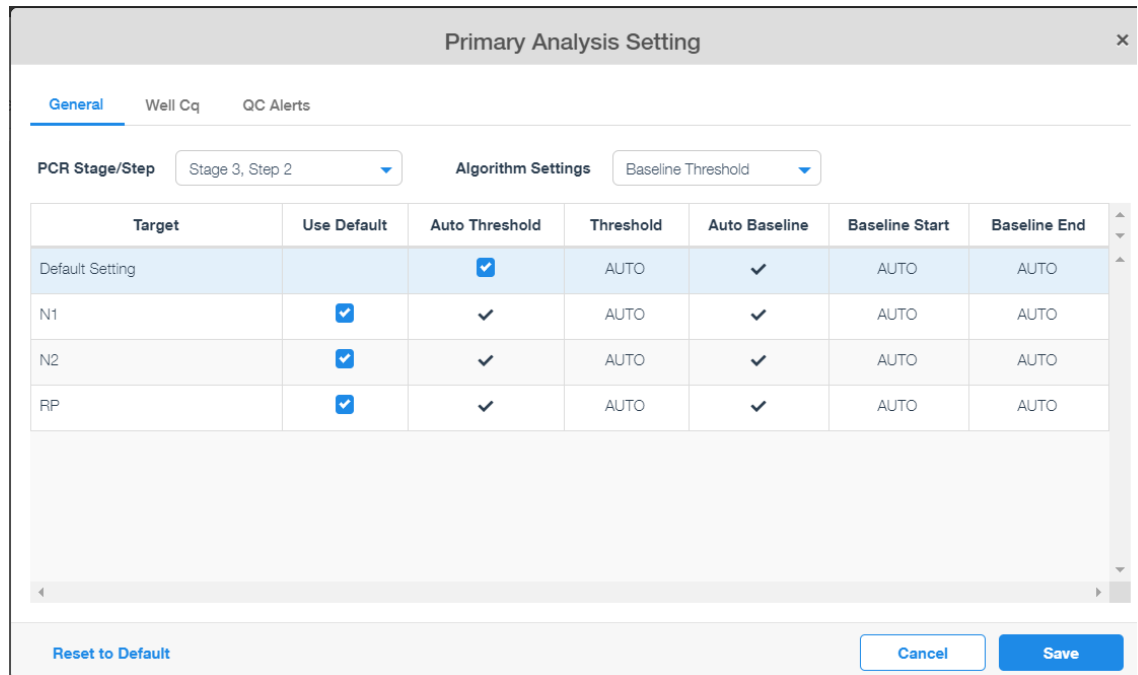

Figura 27 Impostazioni predefinite nella finestra di dialogo Design & Analysis Primary Analysis Setting
Si apre la finestra di dialogo Primary Analysis Settings. Le impostazioni predefinite in questa finestra di dialogo sono mostrate nella **Figura 27**.
- 4 Assicurarsi che le impostazioni corrispondano a quelle mostrate nella **Figura 27**. Se necessario, fare clic su **Reset to Default**.